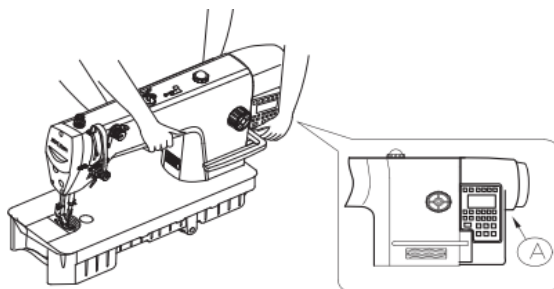

Рис.5
1. Пожалуйста, не устанавливайте швейную машину рядом с оборудованием, таким как телевизор, радио или беспроводной телефон. Или же эти оборудования будут испытывать электронные помехи. (рис.5)